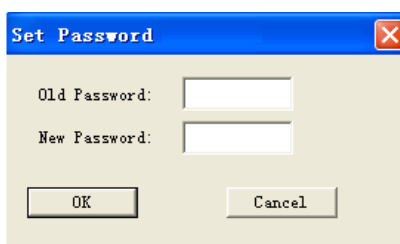

Рис. 7.10.11 Изменение пароля
- а. Выбрать “Tools->transfer-> Password set” левой кнопкой мыши. Появится диалоговое окно, отображенное на Рис.7.10.11: